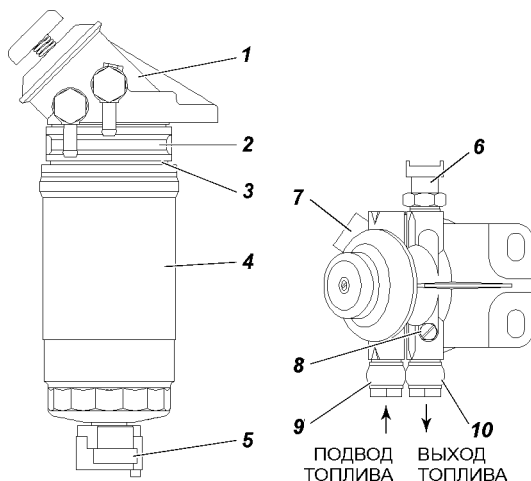

Рис. 9.19. Фильтр тонкой очистки топлива с подкачивающим насосом и датчиком наличия воды в топливе в пробке сливе отстоя:
-первое заполнение системы питания производите с помощью подкачивающего насоса на фильтре тонкой очистке топлива. Стравливание воздуха производите через винт на фильтре тонкой очистки топлива 7 (рис. 9.19);
**Фильтр тонкой очистки топлива (BOSCH, A 450 085 725)** показан на рис. 9.19.